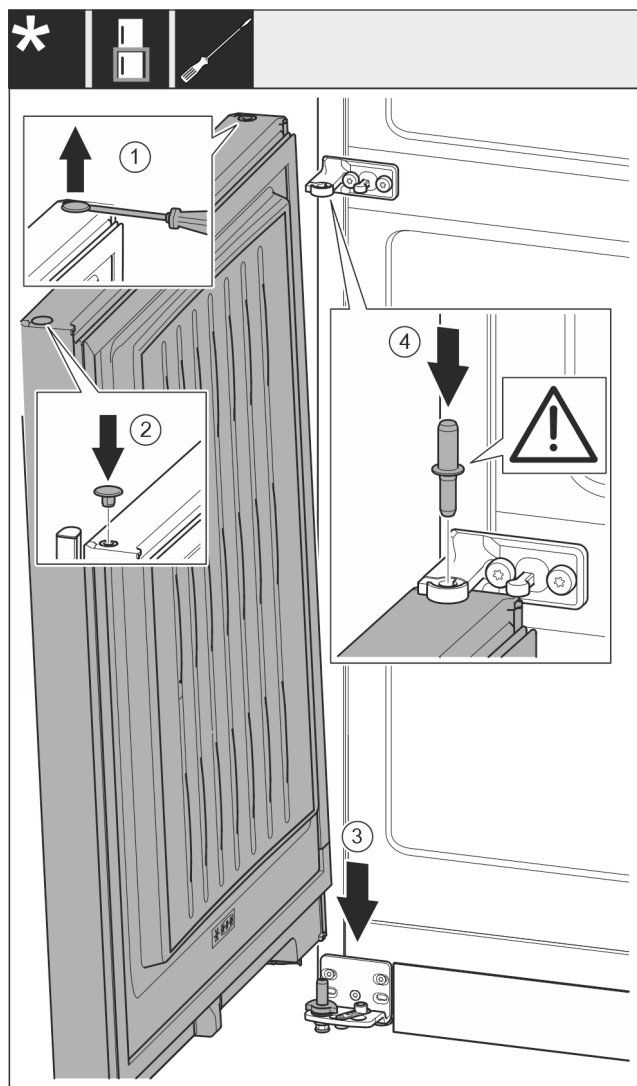

Fig. 21
- Ανασηκώστε προσεκτικά και τραβήξτε έξω την τάπα Fig. 21 (1) με ένα ίσιο κατσαβίδι.
- Τοποθετήστε ξανά την τάπα Fig. 21 (2) στην άλλη πλευρά της πόρτας.
- Τοποθετήστε την πόρτα Fig. 21 (3) από επάνω στον κάτω πείρο.
- Τοποθετήστε τον μεσαίο πείρο Fig. 21 (4) μέσα από το μεσαίο στήριγμα στην κάτω πόρτα. Βεβαιωθείτε ότι το έκκεντρο ασφάλισης είναι στραμμένο προς τα πίσω.